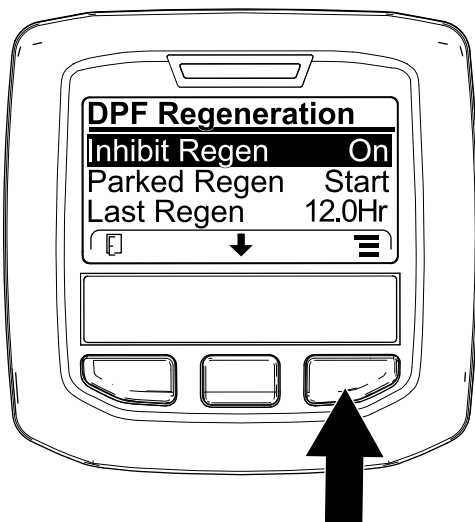
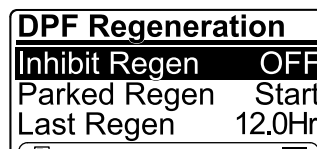

Bild 66
Bild 67
1. Navigieren Sie auf das Menü „DPF Regeneration“, drücken Sie die mittlere Taste und navigieren Sie auf die Option INHIBIT REGEN.; drücken Sie die rechte Taste, um den Eintrag „Inhibit Regen.“ auszuwählen (Bild 66).
2. Drücken Sie die rechte Taste, um die Einstellung für das Verhindern der Regenerierung von „On“ in „Off“ (Bild 66) oder von „Off“ in „On“ (Bild 67) zu ändern.